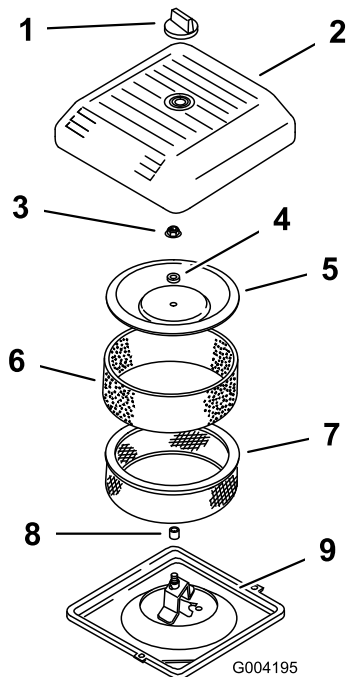

Figura 19
3. Desenrosque el pomo y retire la cubierta del limpiador de aire (Figura 19).
4. Deslice cuidadosamente el prefiltro de gomaespuma para separarlo del elemento de papel (Figura 19).
5. Desenrosque la tuerca de la tapa y retire la tapa, el espaciador y el filtro de papel (Figura 19).
2. Coloque el conjunto del limpiador de aire sobre su base (Figura 19).
3. Instale la tapa y el espaciador y fíjelos con la tuerca de la tapa (Figura 19). Apriete la tuerca a 11 N·m (95 pulgadas-libra).
4. Instale la cubierta del limpiador de aire y fíjela con el pomo (Figura 19).